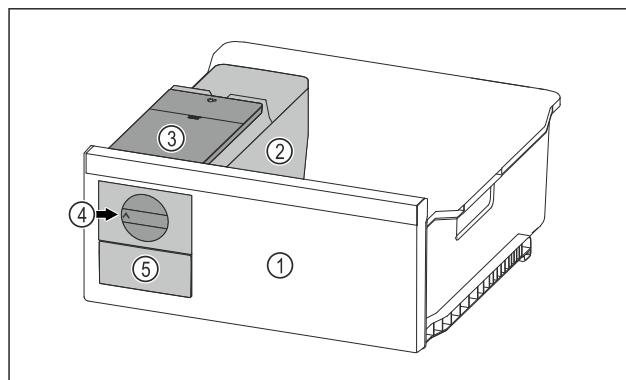

Fig. 66 Primjer izgleda
- ▶ Okrenite okretni gumb Fig. 66 (4) u smjeru kazaljki na satu do graničnika.
▶ Kockice leda padaju iz posude za kockice leda u ladicu za kockice leda Fig. 66 (5).